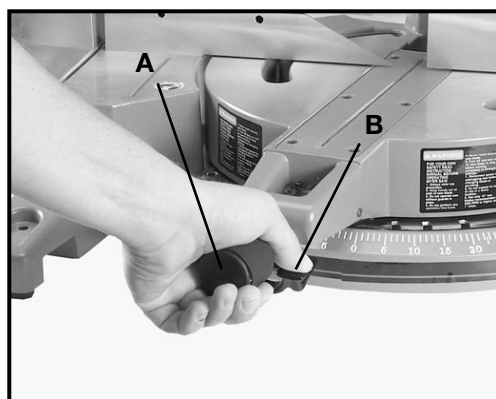

Fig. 12
1. La scie à onglets composés coupe à n'importe quel angle à partir d'un angle droit à 0 degré jusqu'à 47 degrés vers la droite et vers la gauche. Tournez la poignée de verrouillage (A) fig. 12, appuyez sur le levier de blocage (B) et déplacez la table à l'angle désiré.